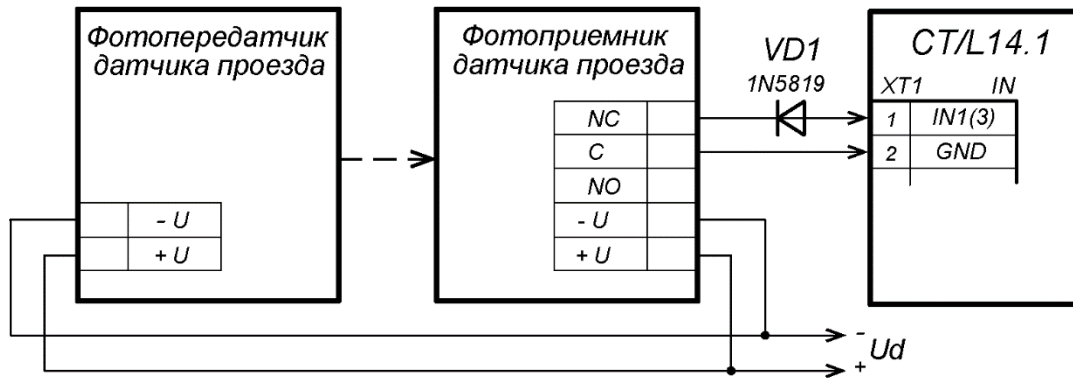

Рисунок 10. Пример схемы подключения датчиков проезда
3. Датчик проезда подключается к клеммной колодке **XT1** нижней платы контроллера согласно схеме, представленной на рис. 10. Для подключения используйте тип кабеля №4 (см. табл. 3). При подключении нескольких датчиков их выходы включаются последовательно.